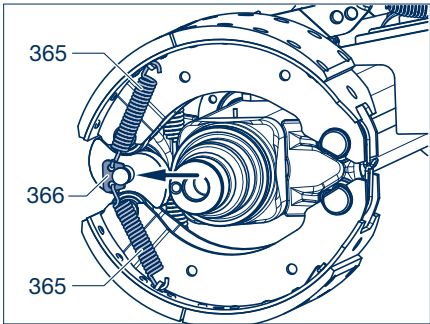

Figure 36
- [21] Accrocher un ressort de traction (363) dans les éclisses sur les côtés extérieurs des mâchoires de frein (en direction du milieu de l'essieu), voir Figure 36 à la page 58.